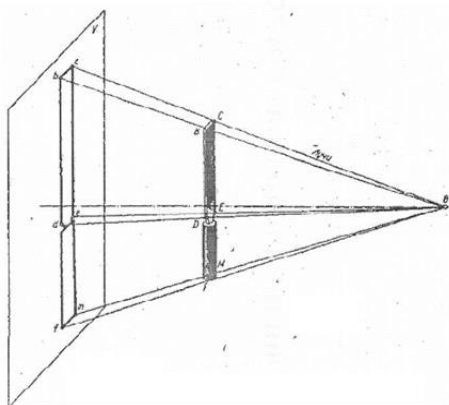

Рис.4.1
Так; например, центральная проекция получается таким образом: из точки O (рис. 4.1), называемой точкой схода лучей, мысленно проведем ряд лучей через все наиболее
1. По заданным в таблице координатам построить наглядное изображение точек A, B, C и D и эпюры этих точек. Для построения каждой точки выполнить отдельный чертеж рис. 4.1. При построении наглядного изображения ось OY проводится из точки O под углом 45° к горизонта-ли; по оси OY откладывается половина заданного в таблице размера, по осям